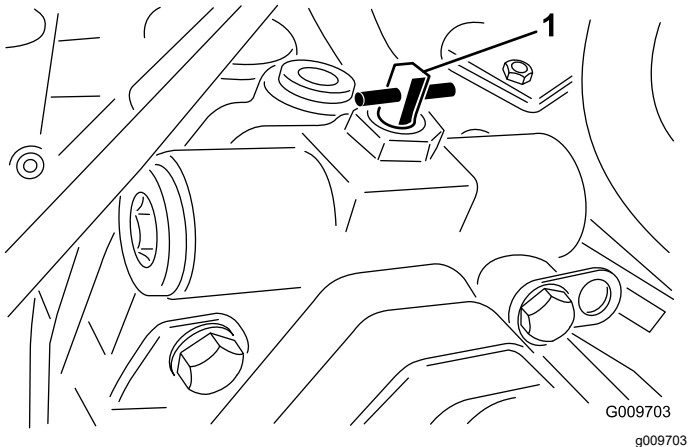

Рисунок 45
3. Поверните перепускной клапан на 90° (¼ оборота) в любом направлении, чтобы открыть его и обеспечить внутренний перепуск масла (Рисунок 45).
2. Поверните перепускной клапан на 90° (¼ оборота) в любом направлении, чтобы открыть его и обеспечить внутренний перепуск масла (Рисунок 45).